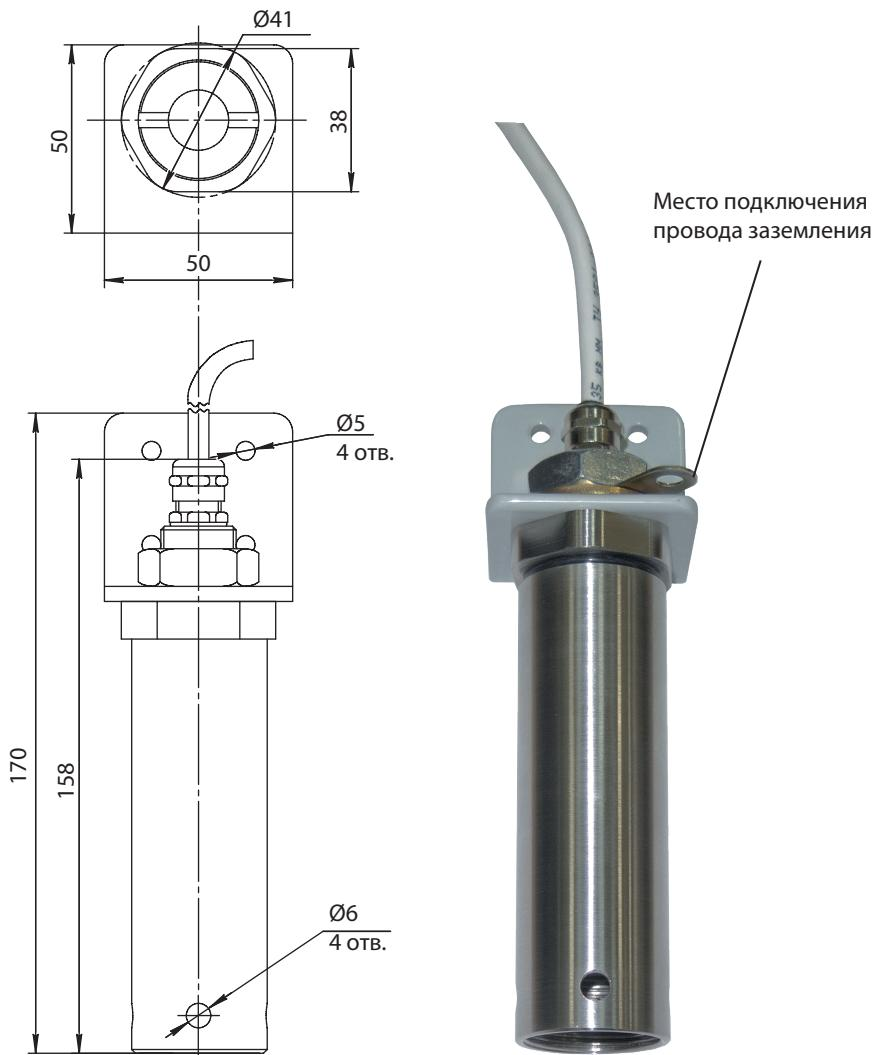

Рис.4. Габаритный чертеж газоанализатора "Сенсон-СД-РВExd"
3. Установите ГА в выбранном месте. ГА необходимо располагать так, чтобы интерфейсный модуль с ИСМ был направлен вертикально вниз. Это препятствует попаданию влаги, пыли и посторонних предметов на фильтр газоанализатора. Наиболее простой способ монтажа – крепление к стене на кронштейне (рис.4).
5. Подключите провод заземления к кольцу заземления (см. рис.4). Рекомендуем провод заземления опрессовать кабельным наконечником с круглым отверстием под винт.